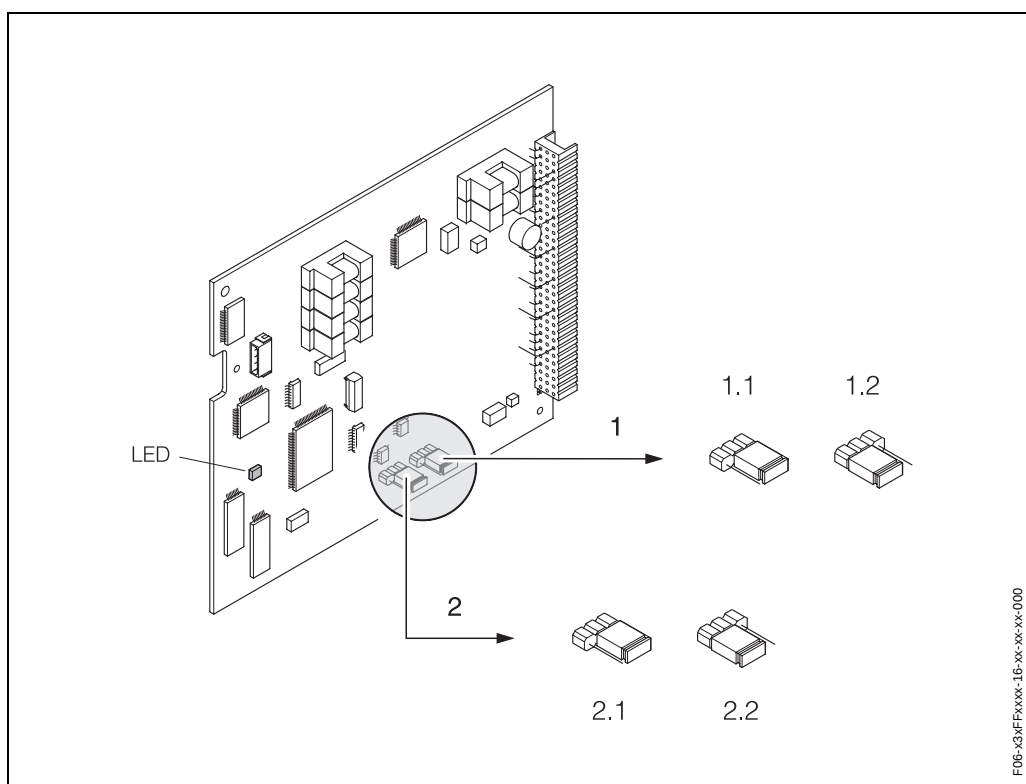

Рис. 49: Параметры настройки аппаратных средств (плата Ввода/Вывода)
3. Конфигурировать защиту по записи аппаратных средств и режим имитации с помощью перемычек (Рис. 49).